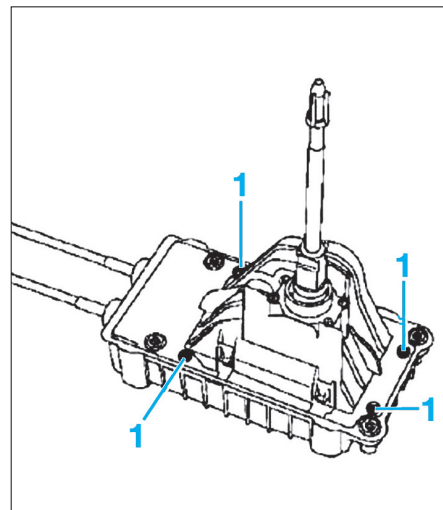

FIG. 14
- Retirer les quatre vis de fixation (1) sur le boîtier de commande (Fig.14).